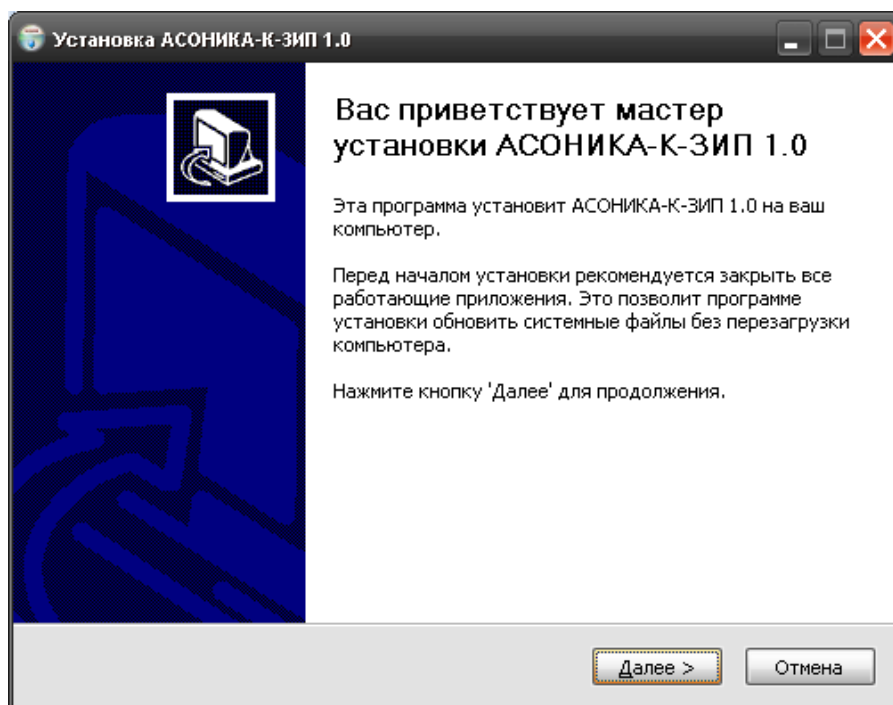

Рис. 3.1. Установка Системы АСОНИКА-К-ЗИП: Начало установки
- При запуске программы установки появится окно (см. рис. 3.1).